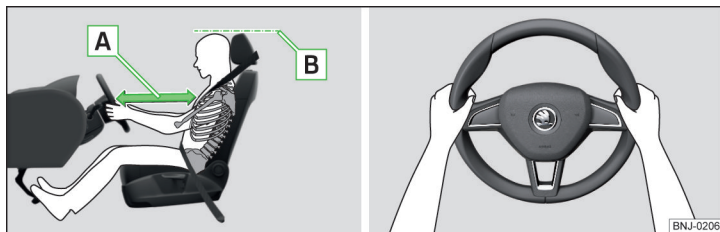

Fig. 2 Poziția corectă a șoferului/poziția corectă de ținere a volanului
- ✓ Reglați volanul în așa fel, încât distanța dintre volan și torace să fie de cel puțin 25 cm » [fig. 2 - \[A\]](#).
- ✓ Reglați tetiera, astfel încât marginea superioară a tetierei să se afle, pe cât posibil, la aceeași înălțime cu partea superioară a capului dumneavoastră (nu este valabil pentru scaunele cu tetieră integrată) » [fig. 2 - \[B\]](#).
- În timpul mersului volanul trebuie ținut cu ambele mâini, de partea exterioră laterală, în poziția „orei 9” și „orei 3” » fig. 2. Nu țineți niciodată volanul în poziția „orei 12” sau în altă poziție (de exemplu de centrul volanului, de marginea interioară etc.). În caz contrar, în cazul declanșării airbagurilor, se poate provoca accidentarea gravă a mâinilor, brațelor și a capului.
- ✓ Reglați tetiera, astfel încât marginea superioară a tetierei să se afle, pe cât posibil, la aceeași înălțime cu partea superioară a capului dumneavoastră » fig. 2 la pagina 11 - (nu este valabil pentru scaunele cu tetieră integrată).
- ✓ Reglați tetierele, astfel încât marginea superioară a tetierelor să se afle, pe cât posibil, la aceeași înălțime cu partea superioară a capului dumneavoastră » fig. 2 la pagina 11 - .